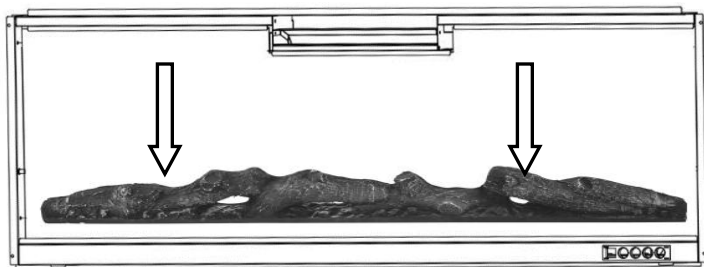

Fig. 6-1. (Set de jurnale)
- B.** Scoateți setul de bușteni (G) din ambalaj și puneți-l la locul destinat șemineului. **Fig. 6-1.**